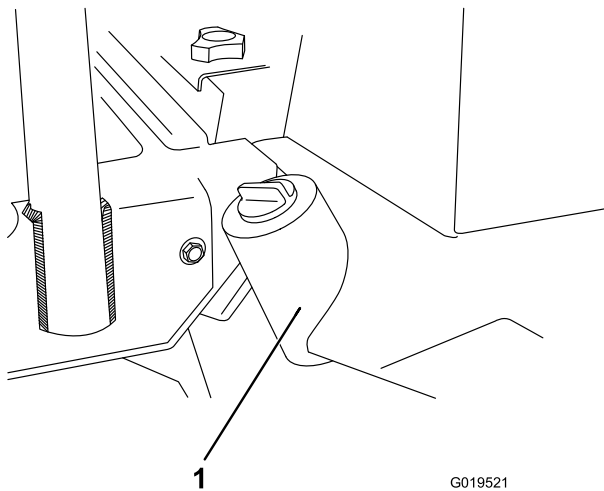

Figura 77
2. Retire el tapón de vaciado del fondo del depósito (Figura 77) y deje fluir el aceite hidráulico a un recipiente. Instale el tapón y apriételo cuando el aceite hidráulico se haya drenado.